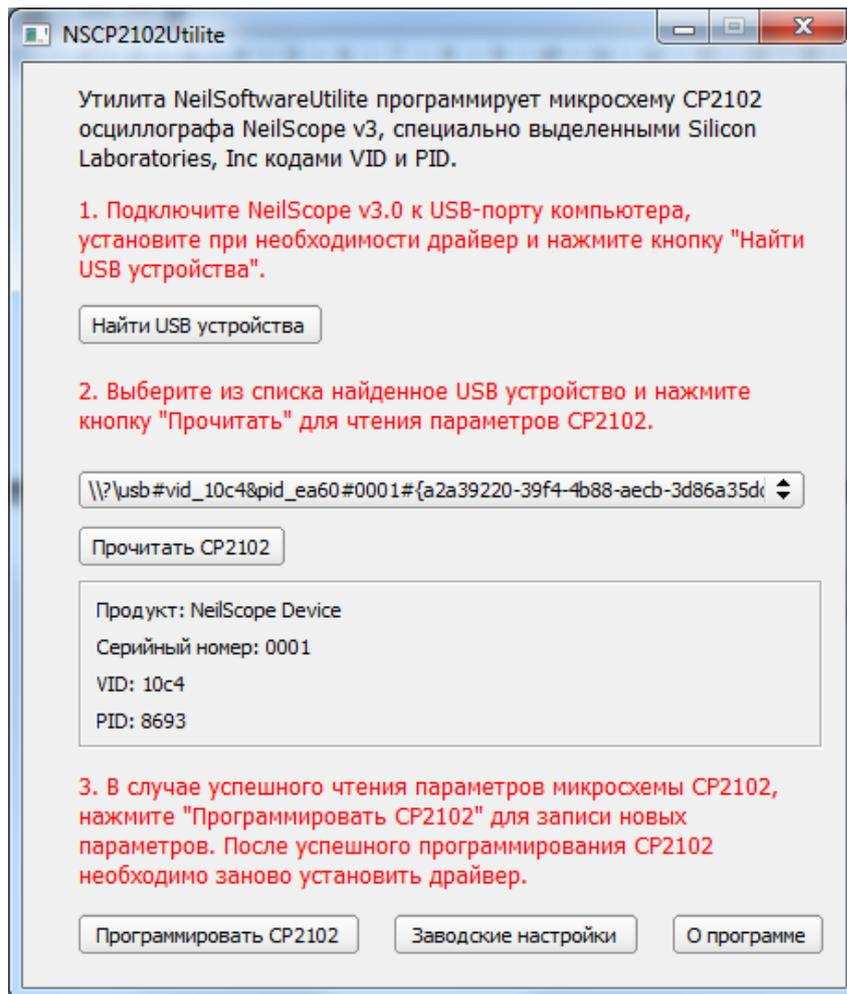

Рис.14 Результат программирования микросхемы CP2102
17. Для проверки корректности программирования микросхемы CP2102 нажмите снова кнопку «Прочитать CP2102». Программа отобразит параметры записанные в микросхему CP2102 в результате программирования (Рис.14).